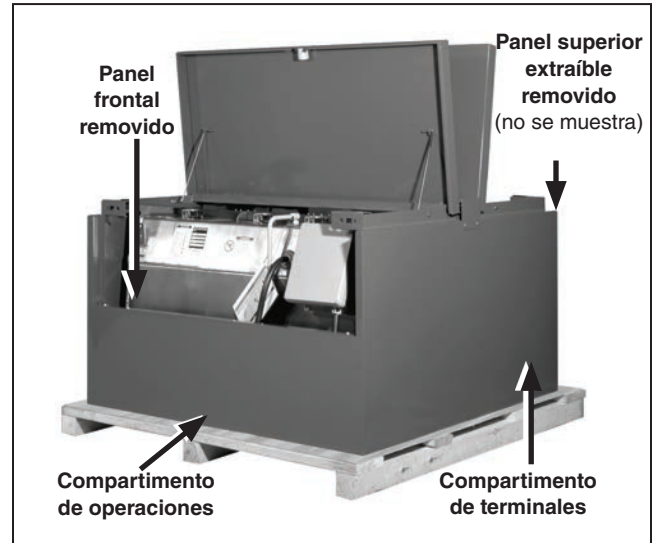

Figura 9. Remueva el panel frontal y el panel frontal superior. (Se muestra el modelo manual con fines ilustrativos).
PASO 4. Remueva el panel removible del compartimento de las operaciones y el panel removible superior del compartimento de los terminales aflojando los sujetadores que aseguran los paneles en su lugar y levantando los paneles hacia arriba. Ajuste los paneles a un lado en un lugar seguro y limpio. Ver Figura 9.